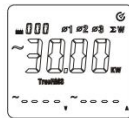

Figura 8-7
- Așa cum se arată în Figura 8-7, puterea activă totală trifazată poate fi afișată apăsând în final tasta SELECT.